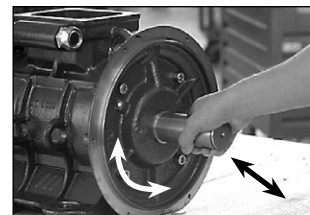

РИС. 6
- Controllare che l'albero motore ruoti liberamente e senza saltellii e (dalla grandezza 04-B) abbia gioco assiale (fig. 6).
- вращается ли вал свободно, без шума и (только от размера 04-B) что он имеет осевой зазор (рис.6)
- Überprüfen Sie, ob sich die Welle frei drehen kann (ohne zu rattern) und ob ab Grösse 04-B ein axiales Spiel vorhanden ist (Bild 6)